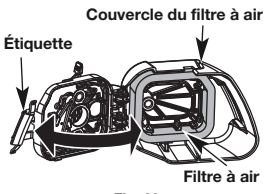

Fig. 23
- Pour ouvrir le filtre à air, appuyez sur la languette de verrouillage et tirez ensuite sur le couvercle du filtre à air (Fig. 23).
- Retirez le filtre à air (Fig. 23).
- Remettez le filtre à air dans le couvercle du filtre à air (Fig. 23).
- Pour refermer le couvercle du filtre à air, pivotez-le vers la gauche, puis appuyez dessus jusqu'à ce que la languette de verrouillage s'enclenche (Fig. 23).